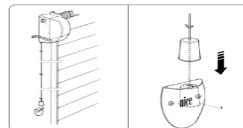

Рисунок 3.
3. Разблокировка электропривода (Рисунок 3):